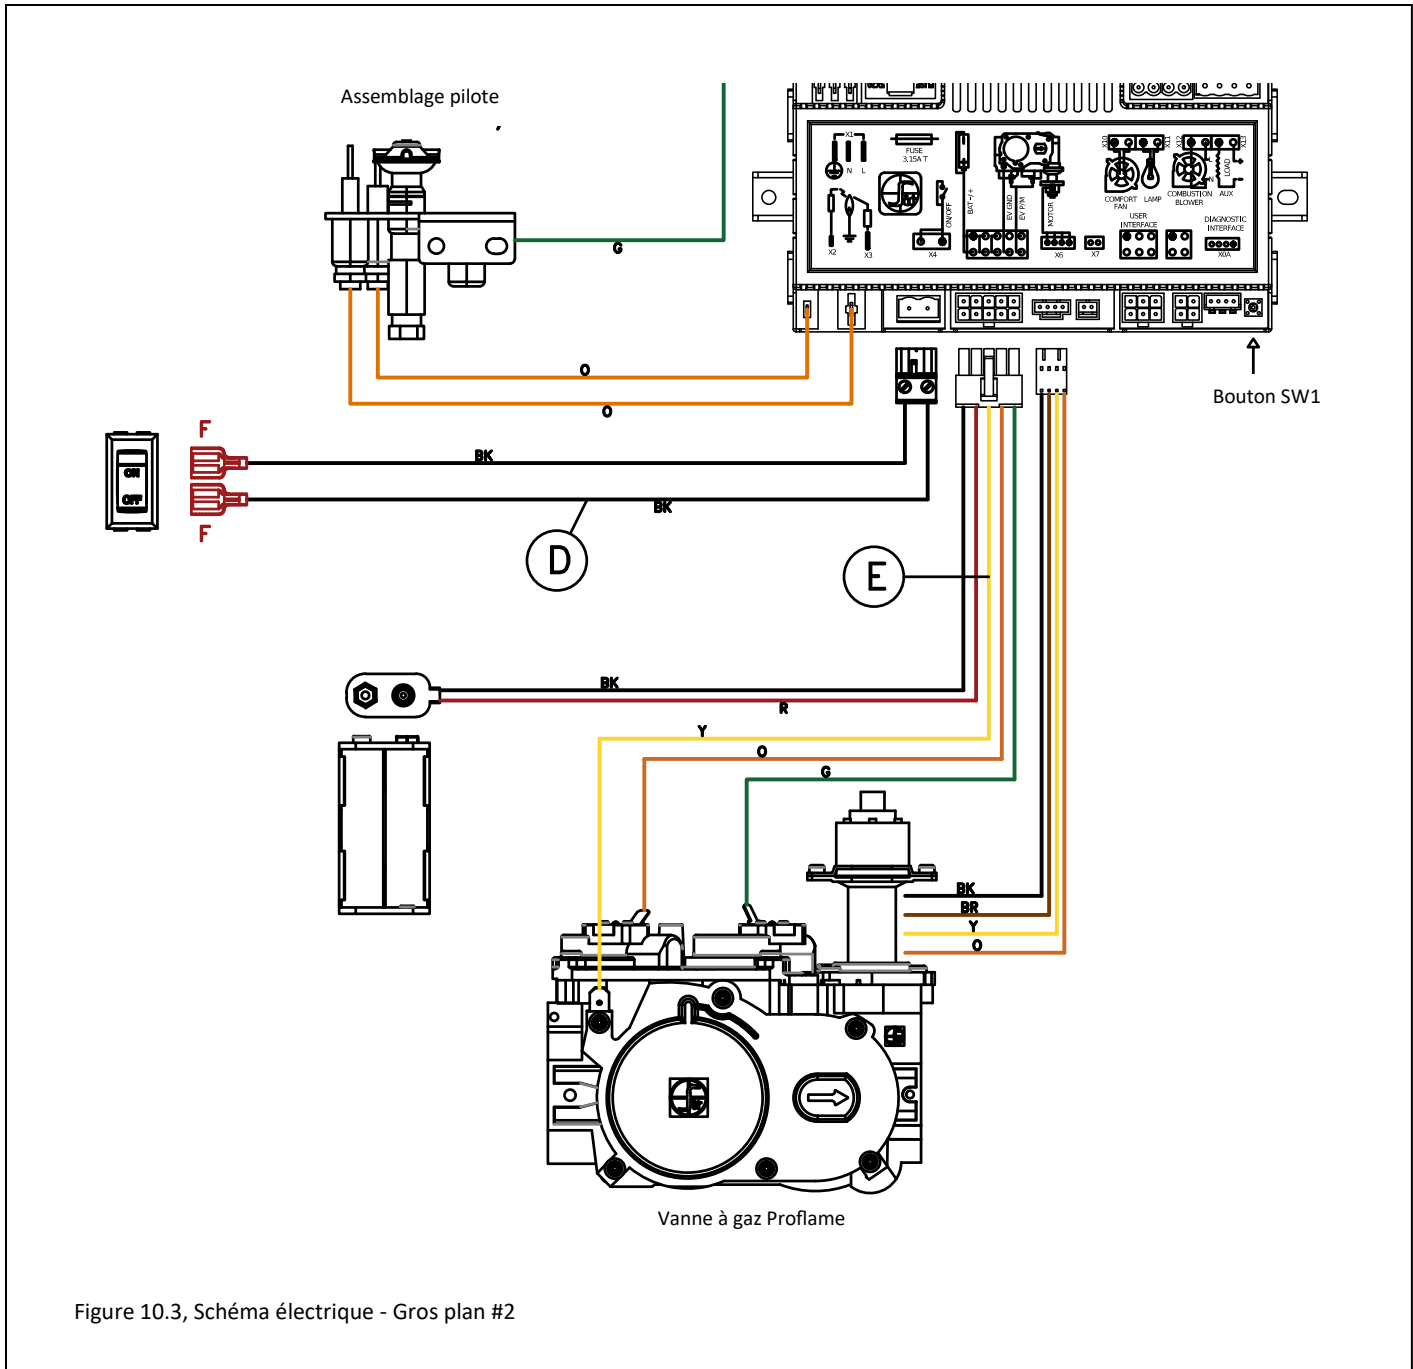

Figure 10.3, Schéma électrique - Gros plan #2
- La figure 10.3 montre un gros plan du schéma de câblage. Cette figure montre l'ensemble pilote, l'interrupteur à bascule marche/arrêt, la batterie de secours, la valve et le bouton d'apprentissage à distance SW1.